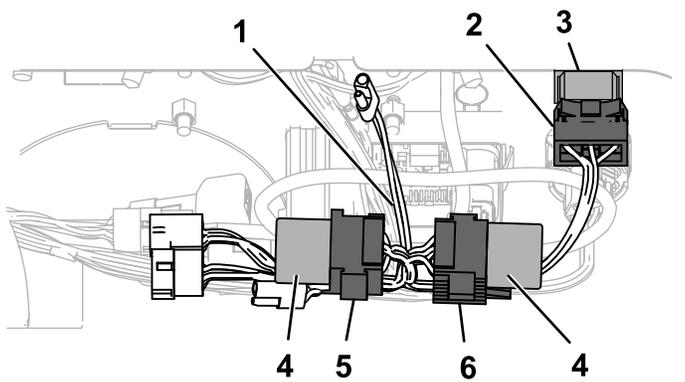

Figure 4
4. Branchez le connecteur de l'interrupteur (P06) situé au bout du faisceau de câblage à l'interrupteur (Figure 4).
5. Installez les 2 relais sur les connecteurs de relais (P04 et P05), comme montré à la Figure 4.